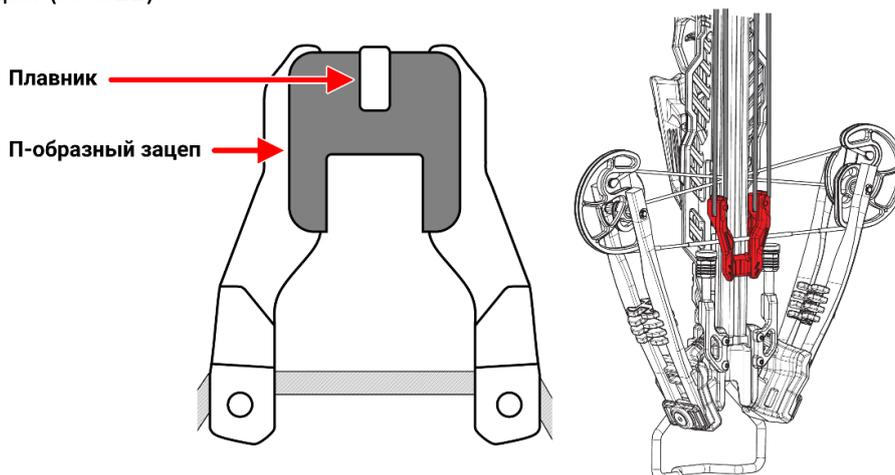

Рис.11
6. П-образный зацеп на взводной скобе должен «ухватить» тетиву, а специальный плавник лечь в желоб направляющей (Рис.11).